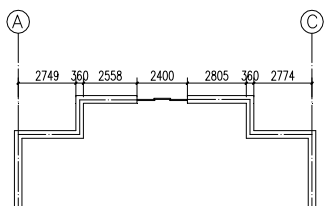

图 8-28 裁剪延伸
调用裁剪延伸命令，可以在尺寸线的某一端，按照指定点裁剪或延伸该尺寸线。如图 8-28 所示为裁剪延伸命令的操作结果。裁剪延伸命令的执行方式有：
下面以图 8-28 所示的裁剪延伸结果为例，介绍调用裁剪延伸命令的方法。
**03** 重复操作，指定 b 点为剪裁延伸的基准点，完成剪裁延伸的操作结果如图 8-28 所示。